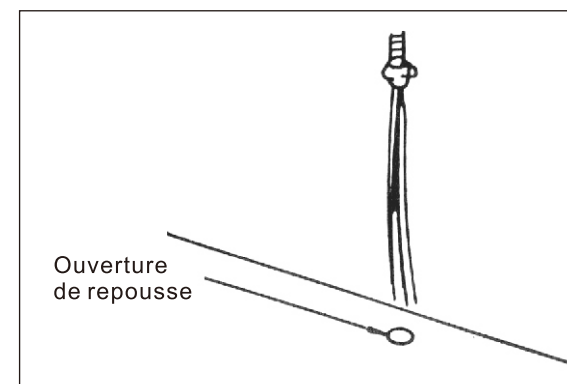

Fig. 12 Direction pour le fils électrique
- 8. Placez la hotte sous le cabinet. Plassez la corde électrique à travers l'ouverture et fixez le fil à la hotte. (Fig. 12)